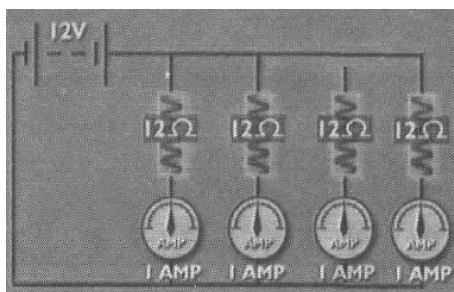

图 3-52 示宽灯电流的检测
- ① 并联电路各灯互不干扰,因此,有某灯烧坏不影响其他电路工作。
- ② 汽车采用并联电路,并且用车身铁架作另一导线(搭铁),以节省导线。
- (3) 电流的测量,如图 3-52 所示,各灯电流的测量步骤如下:
- ① 将万用表调到直流电流 20 A 挡。
- ② 分别测量各示宽灯。
- ③ 测量总电流。